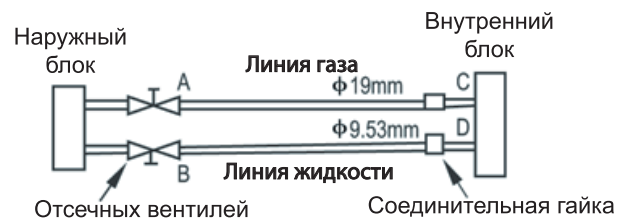
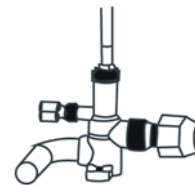

Рис. 30
Рис. 31
- Стравливание воздуха с помощью хладагента, содержащегося в наружном блоке (рис. 30 и рис. 31).
Стравливание воздуха с помощью контейнера с хладагентом (Рис. 30 и Рис. 31).